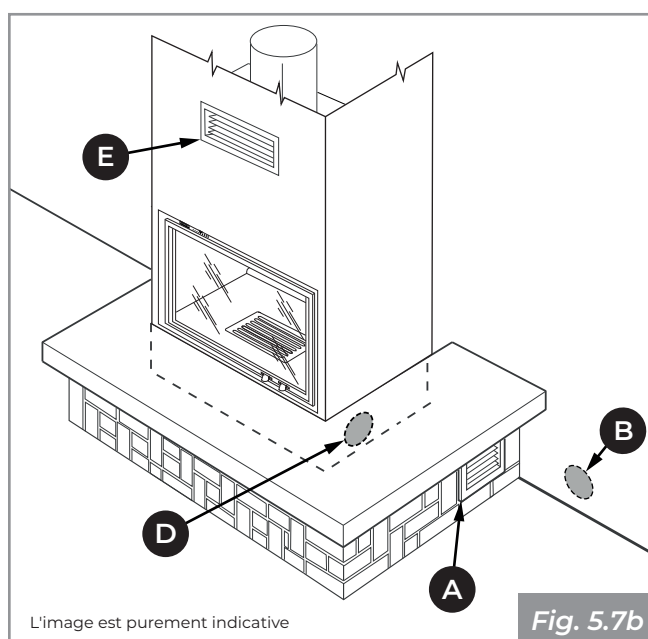

Fig. 5.7b
- **(Fig. 5.7b)** : prise d'air externe **(B)** réalisée à l'extérieur du revêtement, avec grille inférieure fournie pour la recirculation de l'air ambiant **(A)** sur le côté du revêtement ;